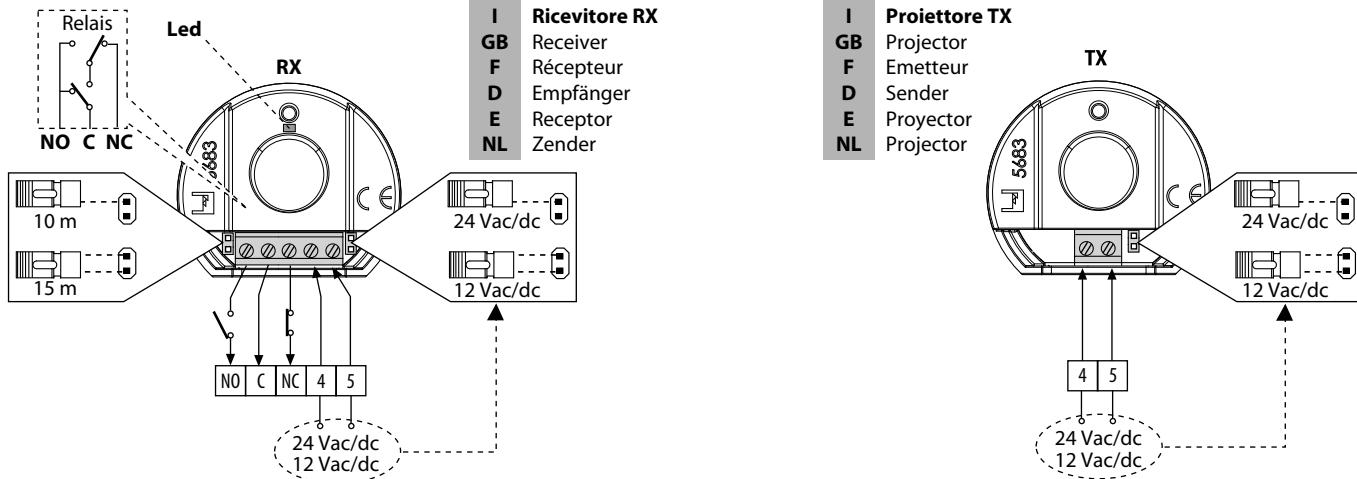
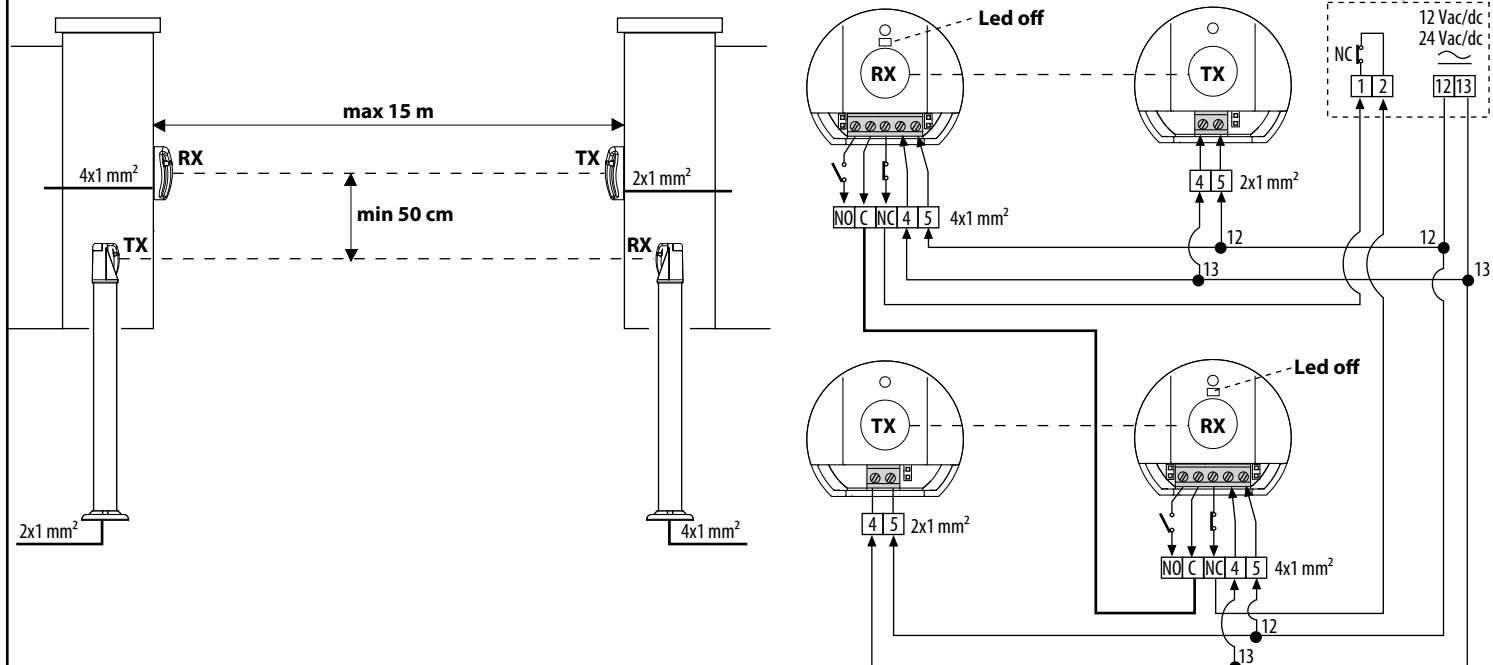

Fig. 6
Fig. 7
La fotocélula **Fit 55** se compone de un receptor RX (de 5 bornes) y un proyector TX (de 2 bornes) (fig. 6): dispositivos acoplados de seguridad para las instalaciones con entradas automatizadas (puertas, verjas, barreras, postes de estorbo, ...). Alimentación 12 V o 24 Vac/dc en corriente continua o alterna, que puede seleccionarse con un puente. Todos los agujeros de sujeción y pasaje de los cables eléctricos de todos los accesorios están predisuestos para ser abiertos sencillamente (fig. 9). Un solo puente para el receptor RX selecciona la distancia máxima entre RX y TX hasta 15 metros máximo.
- Predisponer los cables eléctricos y realizar las conexiones según el diagrama anexo (fig. 6 y fig. 7), a continuación alojar el cuerpo esférico **4** al interior de las cajas **5** o **6** y sujetar el borne **3** por el tornillo **1** aflojado en apoyo.
- En caso de que se instalen dos pares de fotocélulas, una al lado de otra (fig. 7), hace falta poner el proyector TX al lado del receptor RX a una distancia mínima de 50 cm. En la fig. 10, montaje sobre columna.
De **Fit 55** fotocel bestaat uit een ontvanger RX (met 5 klemmetjes) en een projector TX (met 2 klemmetjes) (fig. 6): gecombineerde veiligheidstoestellen voor de installaties met geautomatiseerde ingangen (deuren, hekken, barrières, verkeerszuilen, ....). Toevoer 12 V of 24 Vac/dc continue- of wisselstroom, met behulp van een brugje te selecteren. Alle bevestigings-en passageopeningen voor de elektrische kabels van alle toebehoren zijn ontwikkeld om gemakkelijk te kunnen worden geopend (fig. 9). Eén enkele brugje voor de Ontvanger RX selecteert de maximumafstand tussen RX en TX tot aan een maximum van 15 m.
- Maak de elektrische kabels klaar en voer de verbindingen uit volgens het bijgevoegde schema (fig. 6 en fig. 7), daarna het bolle lichaam **4** in de omhulsels **5** of **6** plaatsen en het klemmetje **3** met de losgedaarde geplaatste schroef **1** bevestigen.
- In het geval twee paar fotocellen worden geïnstalleerd, naast elkaar (fig. 7), moet de Projector TX naast de Ontvanger RX op een afstand van minder dan 50 cm worden gezet. Fig. 10 montage op zuitje.